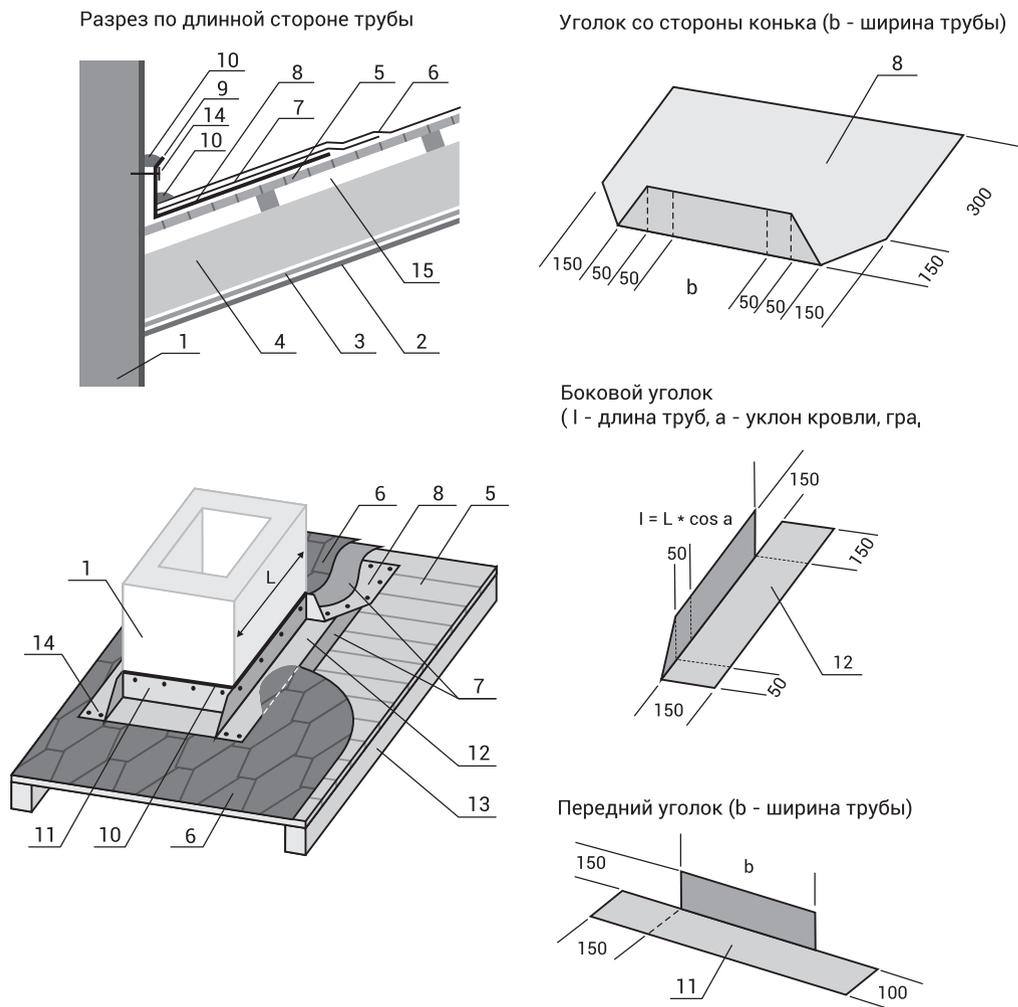

Рисунок 5.10. Примыкание кровли к кирпичной трубе
5.8.1. Примыкание кровли к кирпичной трубе выполняют с применением сливных листов из оцинкованной кровельной стали (см. рис. 5.10) или из других материалов, обеспечивающих герметичность узла.